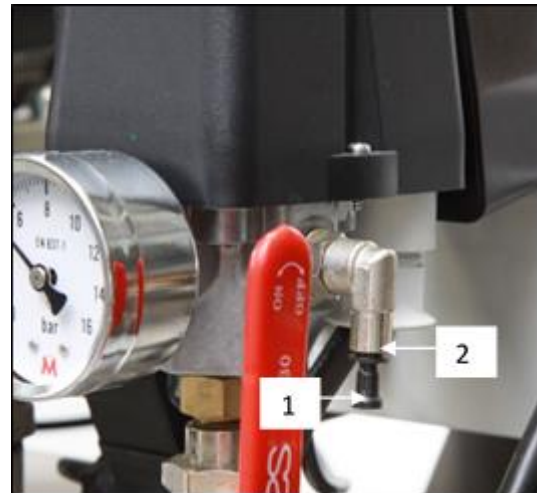

Рис. 15: Подключение манометра шкафа к компрессору
- Проверьте подключение шланга манометра шкафа к пневматическому блоку компрессора. (Рис. 15).